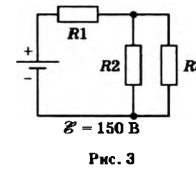

Рис. 3
3. Найдите силу тока через резистор R_2 , если сопротивления резисторов $R_1 = R_2 = R_3 = 10$ Ом (рис. 3). Внутренним сопротивлением источника тока можно пренебречь.